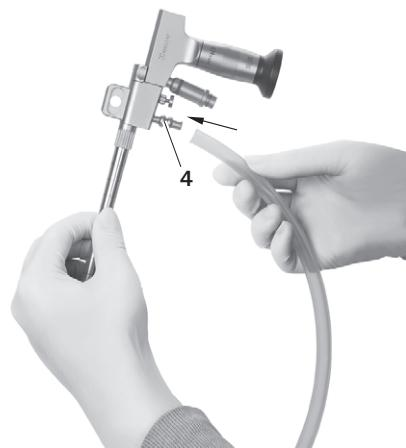

Fig. 20
- Ligar o tubo de lavagem à conexão de lavagem **4**, ver Fig. 20.